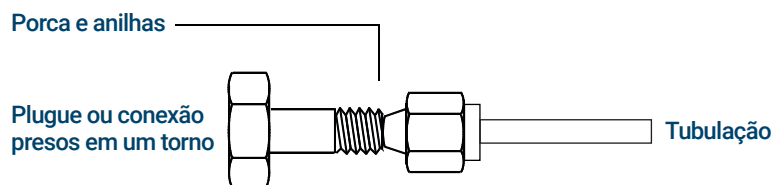

Figura 53. Montar a conexão
- 3 Pressione a tubulação no plugue de aço inoxidável. Consulte **Figura 53**.